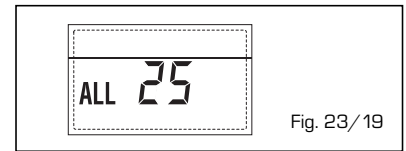

Fig. 23/19
- **ANOMALIA SONDA AUSILIARIA (S3) "ALL 26" (fig. 23/20)**